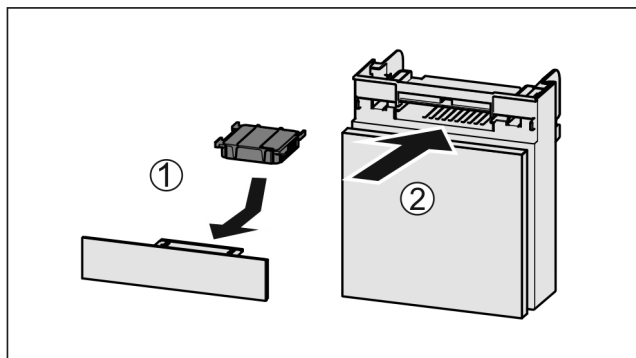

Fig. 187
- ▶ Aktivni ogljeni filter vstavite Fig. 187 (1) skladno s prikazom na sliki.
- ▶ Predal potisnite noter Fig. 187 (2).